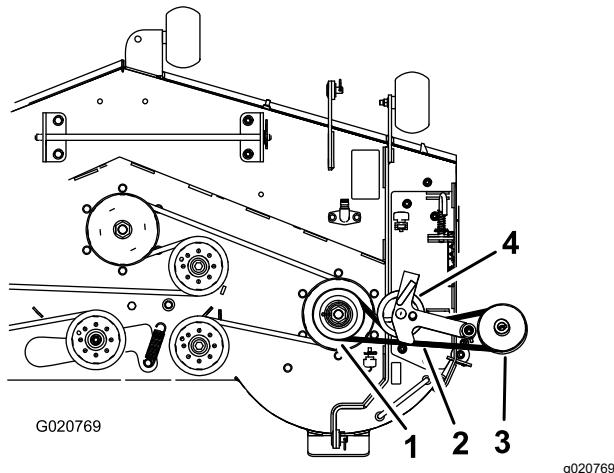
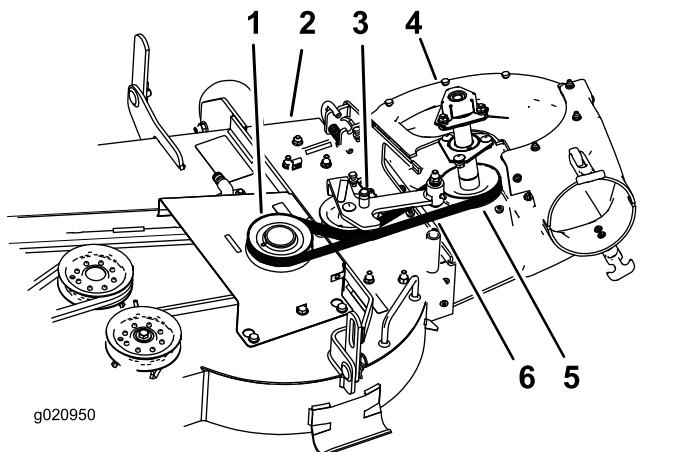

Figura 17
Figura 18
- Si es necesario, instale la correa alrededor de la polea del soplador (Figura 18).
- Si es necesario, instale la correa alrededor de la polea del soplador (Figura 17 y Figura 18). Consulte 5 Instalación del conjunto del soplador \(página 12\).
3. Pase la correa alrededor de la polea motriz, según se muestra en Figura 17 y Figura 18.
4. Enrute la correa provisionalmente por debajo de la polea tensora (Figura 18).
7. Aparte la polea tensora tensada con muelle de la clavija fija del muelle, y pase la correa alrededor de la polea de la carcasa de corte (Figura 18).